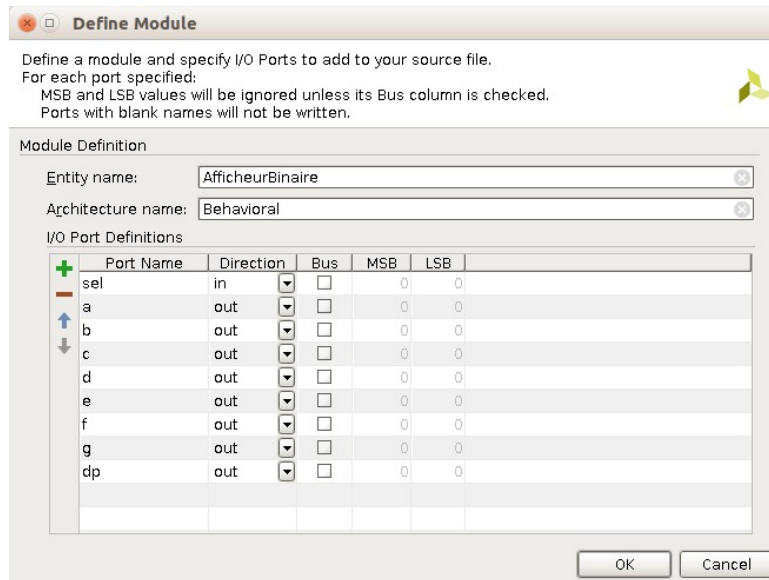

Figure 11: Copie écran - Création Fichier sources VDHL, spécification des E/S
5. Une fenêtre vous demande de renseigner votre module, notamment le nom de son entité, de son architecture et les entrées-sorties de votre entité (type in/out/inout, taille bit ou mot/bus, et pour ce dernier son indexation). Compléter la fenêtre pour aboutir à la figure 11. Dans votre Project Manager, fenêtre principale, vous voyez votre fichier inséré dans les sources. Pour l'éditer, double-cliquez dessus. L'entité a été automatiquement générée selon vos spécifications. Reste alors à compléter son architecture.